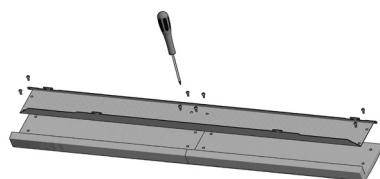

Fig. 38 - Enrosque las mayólicas
- Desenganche el soporte y enrósquelo a la mayólica (véase **Fig. 38**)